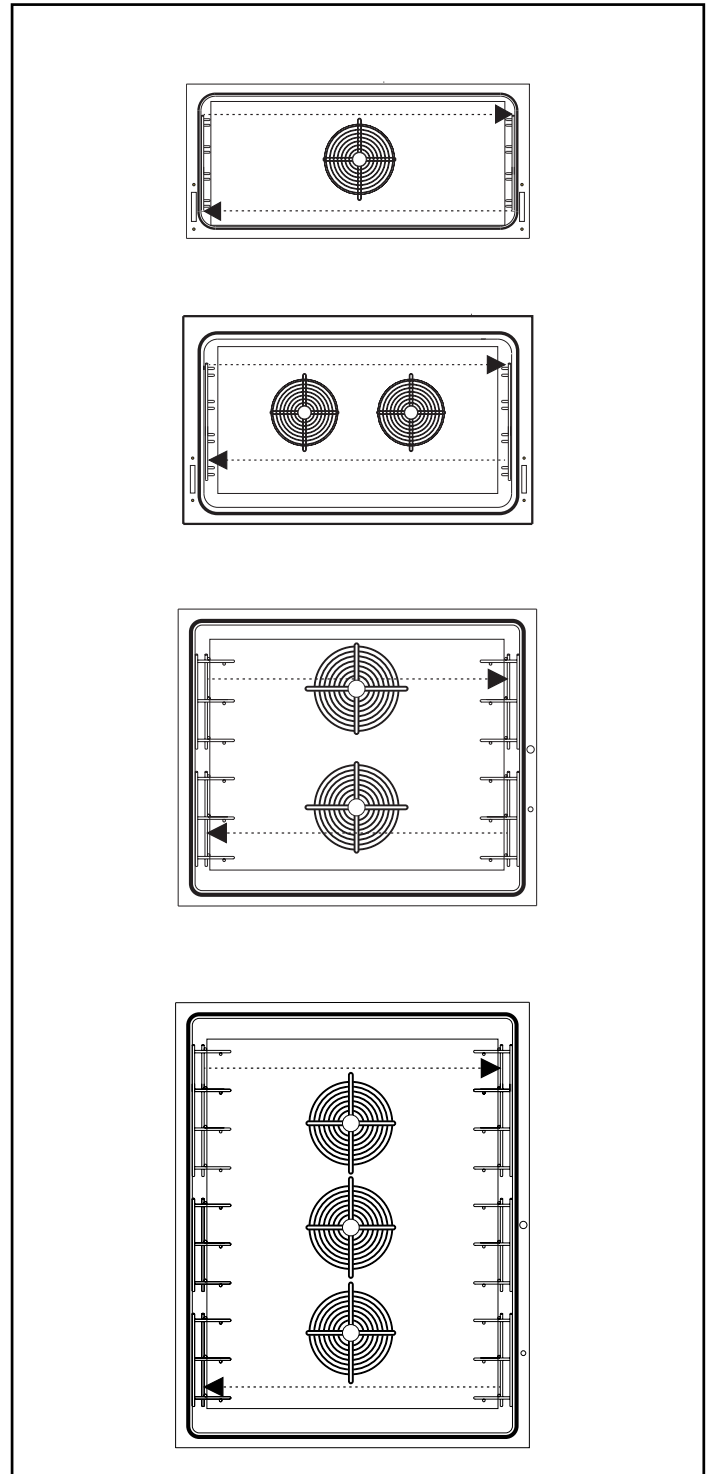

Fig. 4
- Il suffit d’invertir le glisse-grille de droite avec celui de gauche pour obtenir la version gastronomie ou pâtisserie. Il faut dévisser le vis qui bloquent le glisse-grille et invertir la position (Fig. 4).